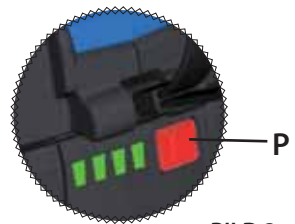

BILD 3
2.7) Akkuladung (siehe Bild 3)